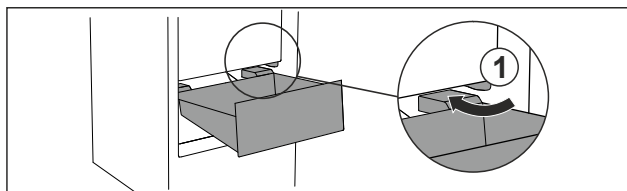

Fig. 77
- Schubfach schräg um die Stopper Fig. 77 (1) herumführen.